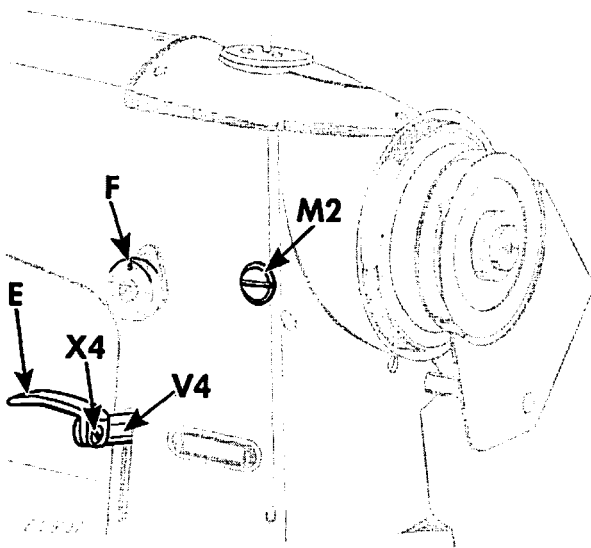

Fig. 67. Régulateur de point
9. Régler la vis moletée F du régulateur de point, à 5, comme illustré Fig. 67, pour le point le plus long.
10. Retirer la vis X4, Fig. 67 ainsi que son écrou. Retirer la manette E, Fig. 67, du levier W4, Fig. 67, de renversement d'entraînement.
10. Remettre la manette E, Fig. 67, et la fixer au levier V4, Fig. 67, de renversement d'entraînement, au moyen de la vis X4 et de son écrou.
12. Remettre le couvercle de sommet du bras et le protège-courroie, comme illustré Fig. 67.
1. Régler la vis moletée régulatrice de point **F**, à **5**, comme illustré **Fig. 67**, **Page 41**, pour l'exécution du point le plus long.